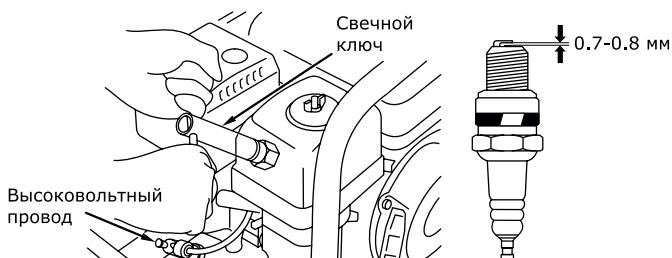

Рис. 18
- Выверните свечным шестигранным ключом (входит в комплект поставки) и осмотрите свечу (рис. 18). Юбка свечи (между керамической частью и металлической частью) должна иметь желтовато-коричневый цвет.
- Проверьте величину зазора между заземляющим и центральным электродами, используя специальный щуп. При необходимости установите зазор 0,7–0,8 мм (рис. 18). Установите свечу зажигания в двигатель и надежно затяните. Недостаточная затяжка свечи зажигания может привести к ее перегреву и повреждению двигателя. Рекомендуется использовать качественные свечи марки BPR4ES – BPR7ES (B – диаметр резьбовой части 14 мм; P – с выступающим носиком изолятора; R – с керамическим резистором для подавления радиопомех; 4-7 – тепловой номинал; Е – длина ввернутой части 19 мм; S – стандартный тип) производства японской компании NGK или аналогичные.